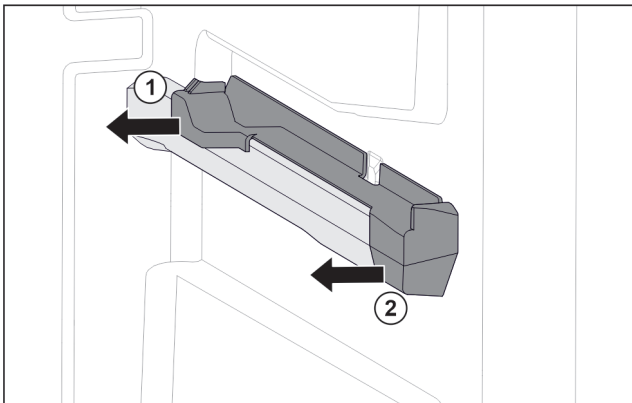

Fig. 61 Påsettsingsdel på høyre beholderribbe
- ▶ Trekk av påsettsingsdel bak til siden. Fig. 61 (1)
- ▶ Trekk av påsettsingsdel foran til siden. Fig. 61 (2)